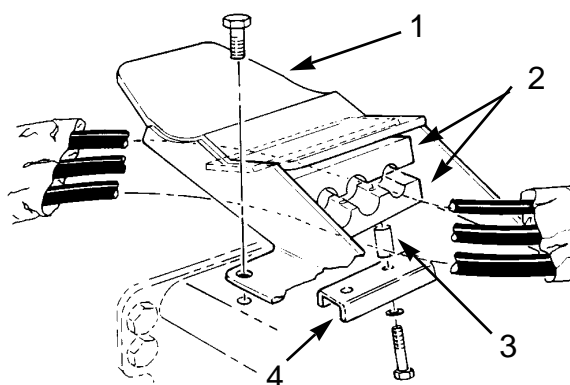

図 7
1. 油圧ホースをそれぞれのチッパー・ブラケットに仮止めする（ホースクランプ、スペーサ、クランプ・プレート、ロックワッシャ、キャップスクリューを使用；図7）。
6. No.4とNo.5 ユニットではチッパー・ブラケット・クランプを締め付ける(図7)。